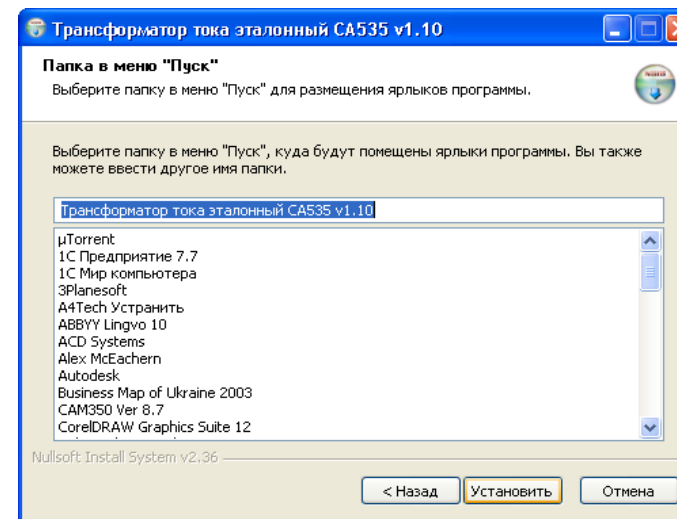
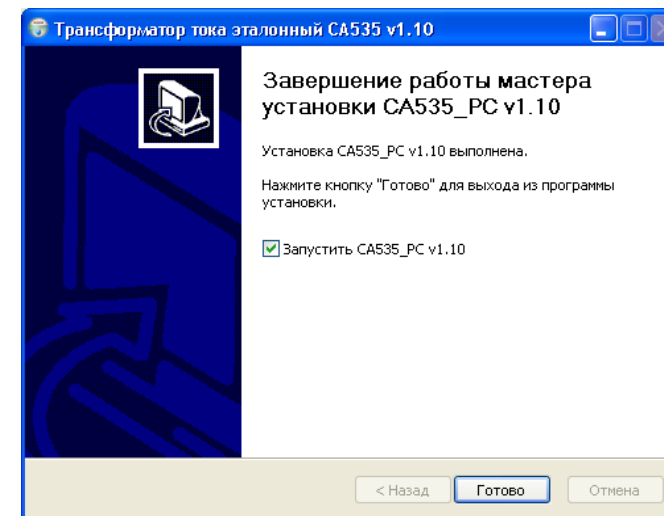

Рисунок 6.9
Рисунок 6.10
3) Определить место размещения ярлыков устанавливаемой программы, для чего в окне "Папка" в меню "Пуск" (рисунок 6.9) либо согласиться с местом, предлагаемым по умолчанию, либо выбрать другой вариант из списка. Для установки программы ПО щелкнуть по кнопке **Установить**, затем дождаться появления окна с сообщением "Установка завершена" и закрыть его щелкнув по кнопке **Готово** (рисунок 6.10).